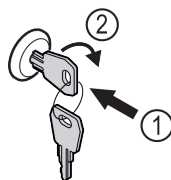

Fig. 194
- ▶ Dugja be a kulcsot. Fig. 194 (1)
- ▶ Forgassa el a kulcsot 90°-kal az óramutató járásával megegyező irányba. Fig. 194 (2)